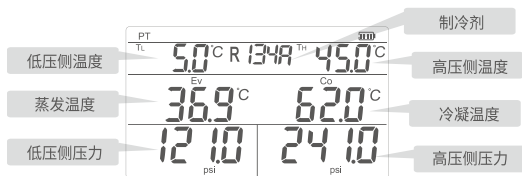

图1 饱和温度子模式界面图
❶ 测量前需将温度探头连接至产品，开机后将自动识别探头。
2. 按下电源键，开机，进入主界面（图1）。
❷ 每次测量前先进行压力传感器校零。
❸ 清零前务必切断仪器与任何压力源的连接，并与外界压力保持均衡。
❹ 低压端制冷剂管（蓝色）与高压端制冷剂管（红色）分别与仪器相连，并将其连接至被测系统。
❺ 仅在饱和温度子模式（EV CO）下才可切换制冷剂。
制冷剂设置结束后读取数据，界面（图1）显示高低压侧实测压力、温度、饱和温度和蒸发温度值。